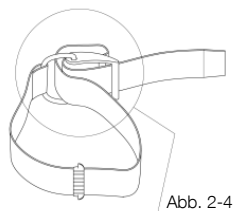

Abb. 2-4
1. Drehen Sie den Spannbügel, bis er in offener Position einrastet. Schieben Sie das Band wie abgebildet (Abb. 2-4) in die Kunststoffschnalle. Durchrassen Sie das Band bevor Sie es am Tank festklemmen und stellen Sie die Länge ein (Abb. 2-7).